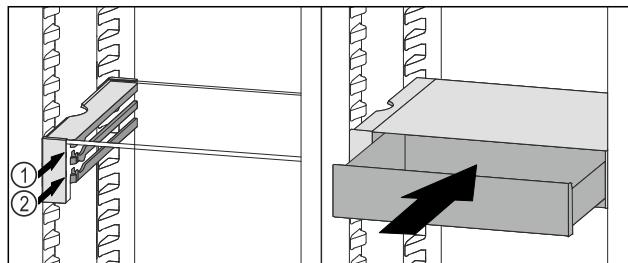

Fig. 136
- ▶ Predal VarioSafe namestite za zaustavljalnimi elementi na želeni nastavek Fig. 136 (1) ali Fig. 136 (2).